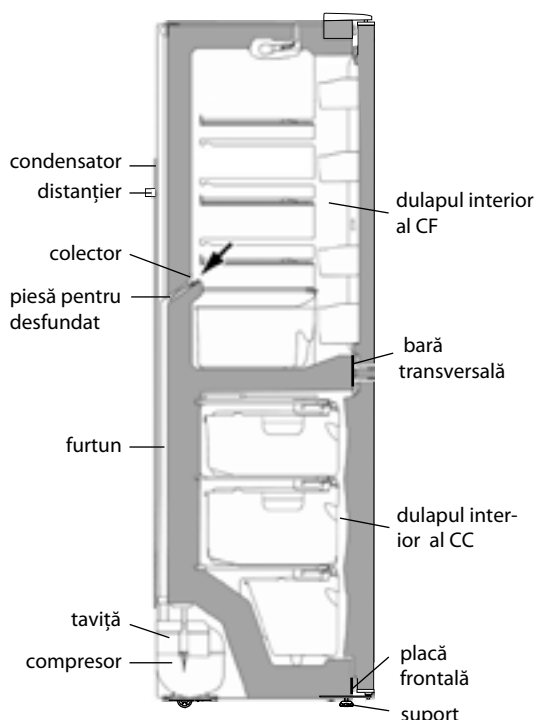

Figura 7 - Schema scurgerii apei rezultate în urma topirii din CF
2.2.1 În CF se folosește un sistem automat de dezghețare. Bruma, care apare pe pereții din spate a CF, după deconectarea compresorului care lucrează în ciclu, se topește și se transformă în picături de apă. Picăturile de apă rezultată în urma topirii se scurg în colector, apoi prin gaura acestuia și prin furtun - în taviță de pe compresor, în conformitate cu figura 7 și se evaporă.
Pentru eliminarea înfundării folosiți piesa corespunzătoare și curățați gaura colectorului, astfel ca apa să se scurgă liber în taviță, apoi spălați piesa și instalați-o în conformitate cu figura 7.
SE INTERZICE să utilizați frigiderul cu sistemul de scurgere înfundat. Apa care a apărut pe fundul CF sau care a ajuns în locul de alăturare a barei transversale și a dulapului interior al CF, în conformitate cu figura 7, poate provoca coroziunea dulapului exterior al frigiderului și elementelor agregatului frigorific, defectarea izolației termice, formarea crăpăturilor dulapului interior și defectiunea frigiderului.